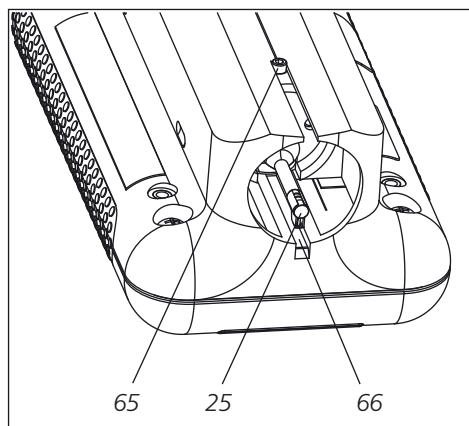

Рис. 14
- Выдвиньте устройство подачи из корпуса, поверните его на 180° вправо (наконечник щупа указывает вверх) и втягивайте его обратно в корпус (направляющий стержень попадает в направляющую канавку) до достижения заднего блокирующего положения. Затем переверните устройство подачи на его верхнюю сторону (см. рис. 14).